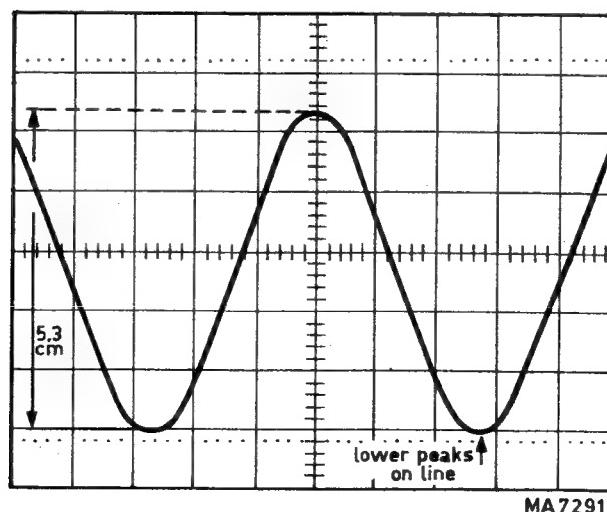

Abb. 2.4. Messung des Spitz-Spitze-Wertes einer Spannung
1. Den Schalter TIME/cm so einstellen, dass nur wenige Schwingungen der Kurvenform abgebildet werden, siehe Abb. 2.4.